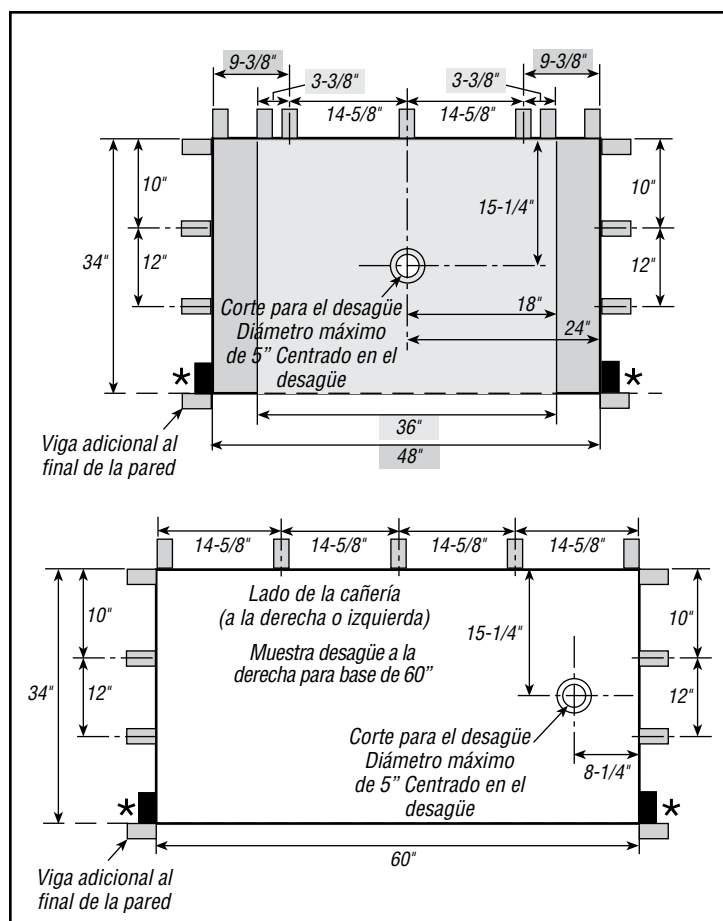

Figura 1 Reemplazo de vigas y ubicación del desagüe
2. Las vigas de las paredes deben estar ubicadas como se muestra en la figura 1 y deben estar a escuadra. Es importante que las vigas estén ubicadas como se indica (*). Las demás vigas deberán estar ubicadas de acuerdo con las normas locales de construcción.
Construya una pared de vigas de 2 x 6 para el extremo con las cañerías. Coloque tiras de recubrimiento en las paredes de mampostería en los mismos lugares que las vigas de la figura 1.